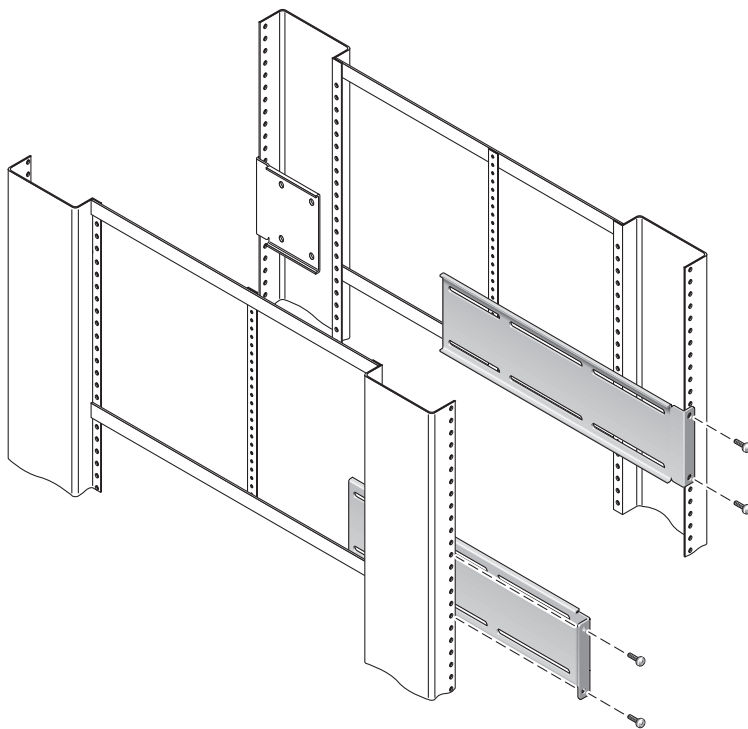

BILD 3-11 Skruva fast de långa monteringskenorna på rackets baksida
8. Placera varje lång monteringskena i önskad position på rackets *baksida* och sätt fast en monteringskena på var sida om rackets bakre ben (BILD 3-11).
7. Skruva fast skenförlängaren och skensatserna i racket, enligt BILD 3-11.